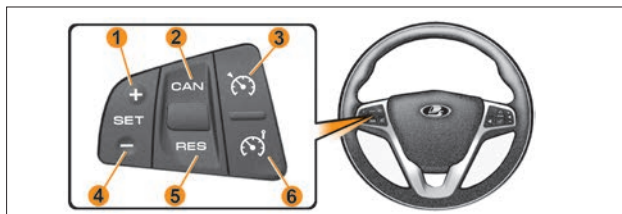

Рис. 1. Блок управления «круиз-контроль» и «ограничитель скорости»
- выключатель «» – включение/выключение круиз-контроля (рис. 1, поз. 3);
- выключатель «» – включение/выключение ограничителя скорости (рис. 1, поз. 6);
- выключатель «SET+ / SET-» – установка и увеличение скорости 1 и 4 (рис. 1);